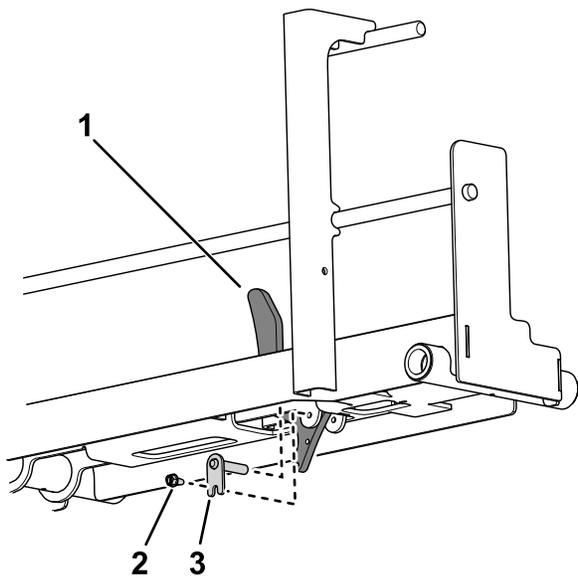

図 12
4. フラッグピンと六角ヘッドねじを使用して、ホイールストップをレールアセンブリに固定する 図 12。